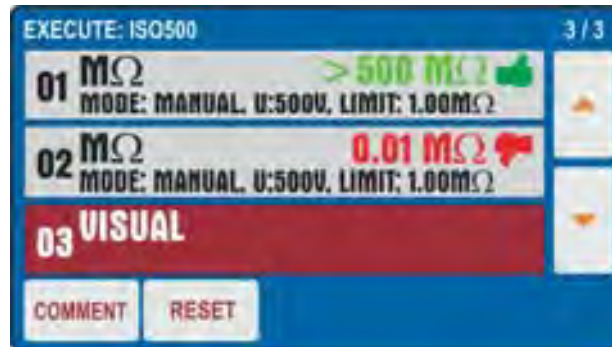

Fig. 78: Funzione AUTO TEST – Risultato parziale test 02
9. Premere nuovamente il tasto **START/STOP** per terminare il test "02". Lo strumento salverà il secondo risultato parziale dell'Autotest e si predispone automaticamente per l'esecuzione del test successivo "03" (vedere Fig. 78)